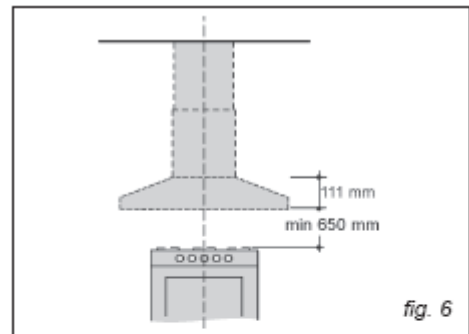

fig. 6
- Fixar o tubo inferior e encaixar no superior (fig. 5), regular a altura dos tubos com ajuda dos oito parafusos de fixação (fig. 5A) tendo em conta a altura da chaminé de 110 mm e que a distância entre esta e o plano de cozedura deve ser de 650 mm mínimo (fig. 6).
- Pegar no tubo inferior e enfiar no tubo superior (fig. 5), regular a altura dos tubos com a ajuda dos 8 parafusos de fixação (fig. 5A) tendo em conta que a altura da chaminé é de 110 mm e a distância desta ao plano de trabalho deve ser de pelo menos 650 mm (fig. 6).